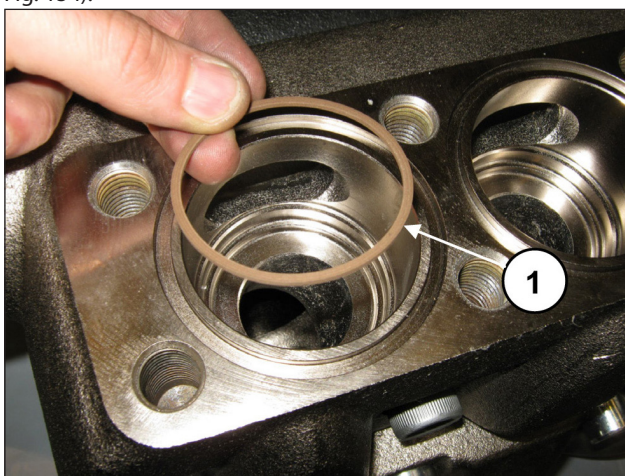

Fig. 154
Prossiga com a montagem dos grupos da válvula de fluxo: Insira o anel anti-extrusão, pos. de explosão nº. 23 (pos. ①, Fig. 154).